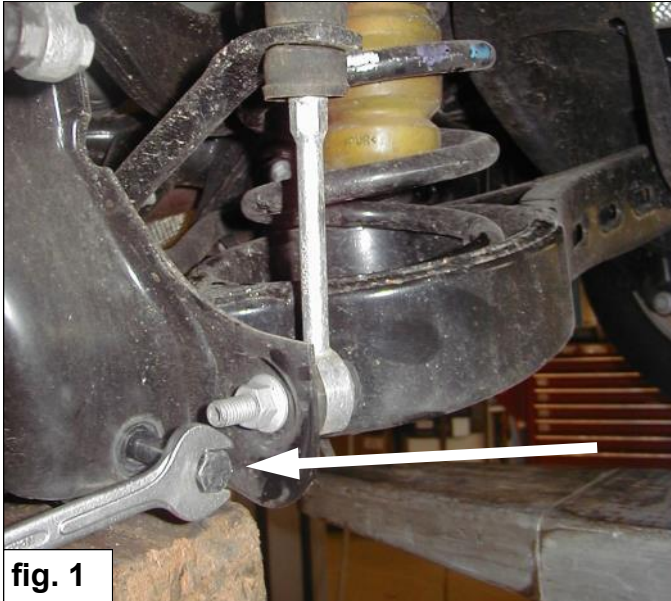

fig. 1
2. Unterstützen Sie den Tragarm und entfernen Sie den Trag-Armbolzen an die Radseite. Siehe Fig. 1. **Achten Sie darauf dass der Tragarm unter Federspannung ist.**